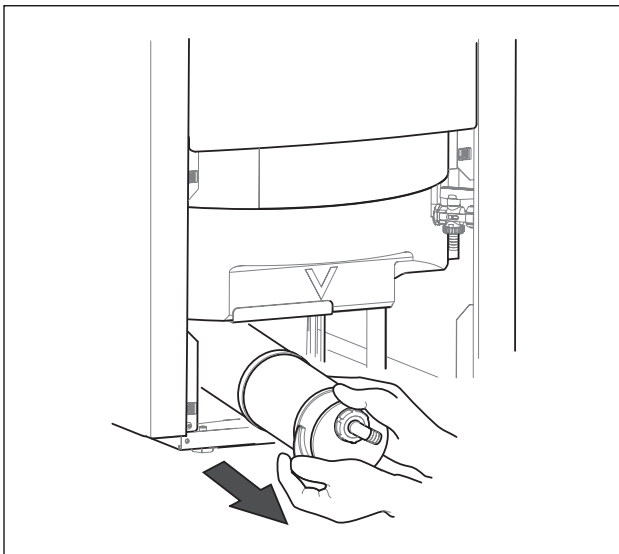

Abb. 7.20 Entnehmen der Neutralisationseinrichtung
- Öffnen Sie den Entleerungshahn (2) (siehe Abb. 7.20).
- Öffnen Sie das Entlüftungsventil (1) (siehe Abb. 7.20) am Heizgerät, damit das Gerät vollständig entleert wird.